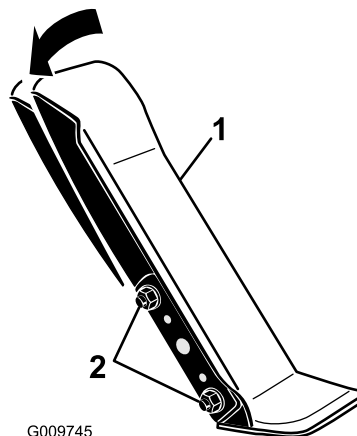

Figura 68
1. Desaperte as 2 porcas e parafusos que fixam o lado esquerdo do pedal de tração ao suporte (Figura 68).
2. Rodar o pedal para o ângulo de funcionamento pretendido e apertar as porcas (Figura 68).